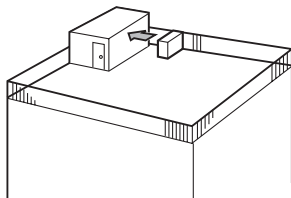

Fig. 2-4
- ① Anbring udblæsningen, så den vender imod den nærmeste væg og ca. 50 cm fra den. (Fig. 2-4)